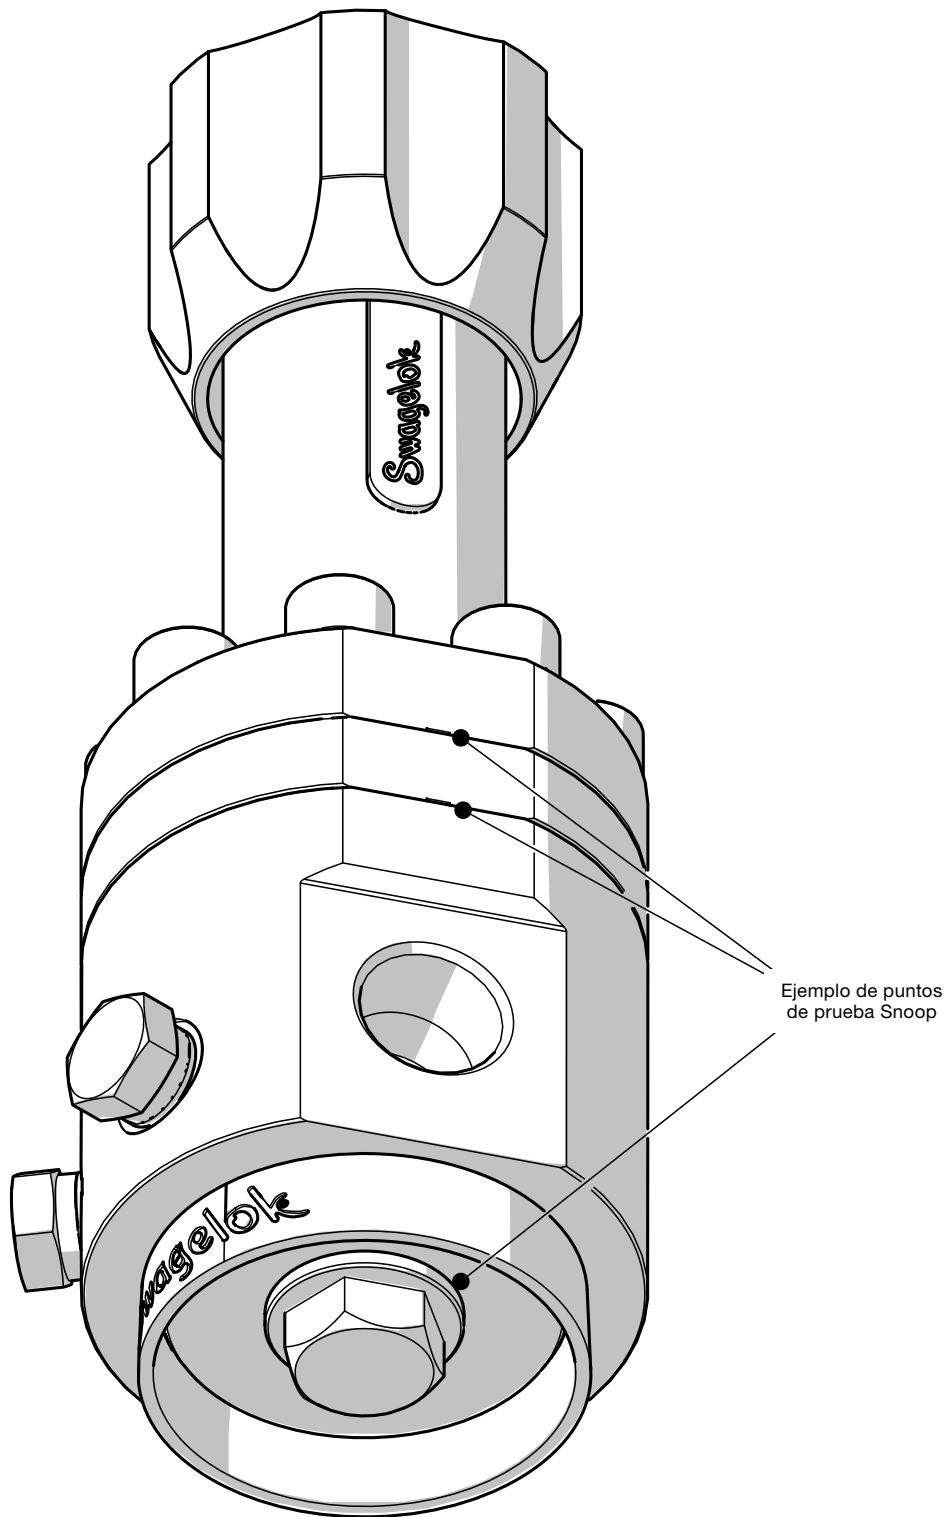

Figura 20
4. Utilizando el líquido detector de fugas, compruebe si hay burbujas en el orificio de comprobación de la bóveda/carcasa del muelle y en la interfaz del tapón con el cuerpo (vea la figura 20).